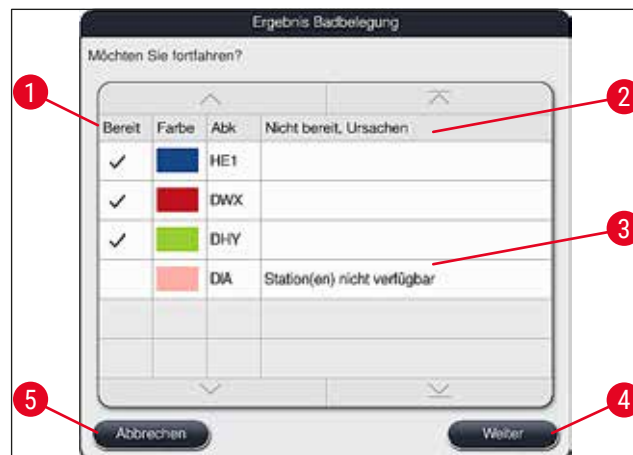

Abb. 52
- Wurden mehr Programme ausgewählt als in die Badbelegung integriert werden konnten, wird der Benutzer durch die Anzeige **Ergebnis Badbelegung** (→ "Abb. 52") informiert. Erfolgreich integrierte Programme werden durch einen Haken in der Spalte **Bereit** (→ "Abb. 52-1") markiert.